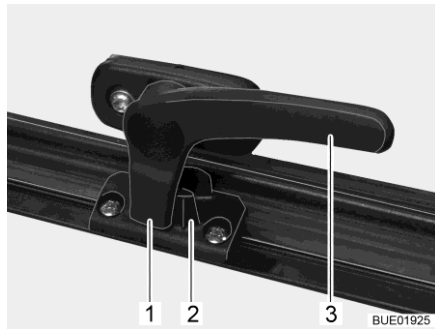

Bild 11 Låsarm i läget "stängd"
- Sväng låsarmen (Bild 11,3) ett kvarts varv mot fönstrets mitt.
- Sväng låsarmen (Bild 11,3) ett kvarts varv mot fönsterkarmen. Låsspaken (Bild 11,1) är placerad på insidan av fönsterlåset (Bild 11,2).
- I läget "helt stängt" (Bild 11).